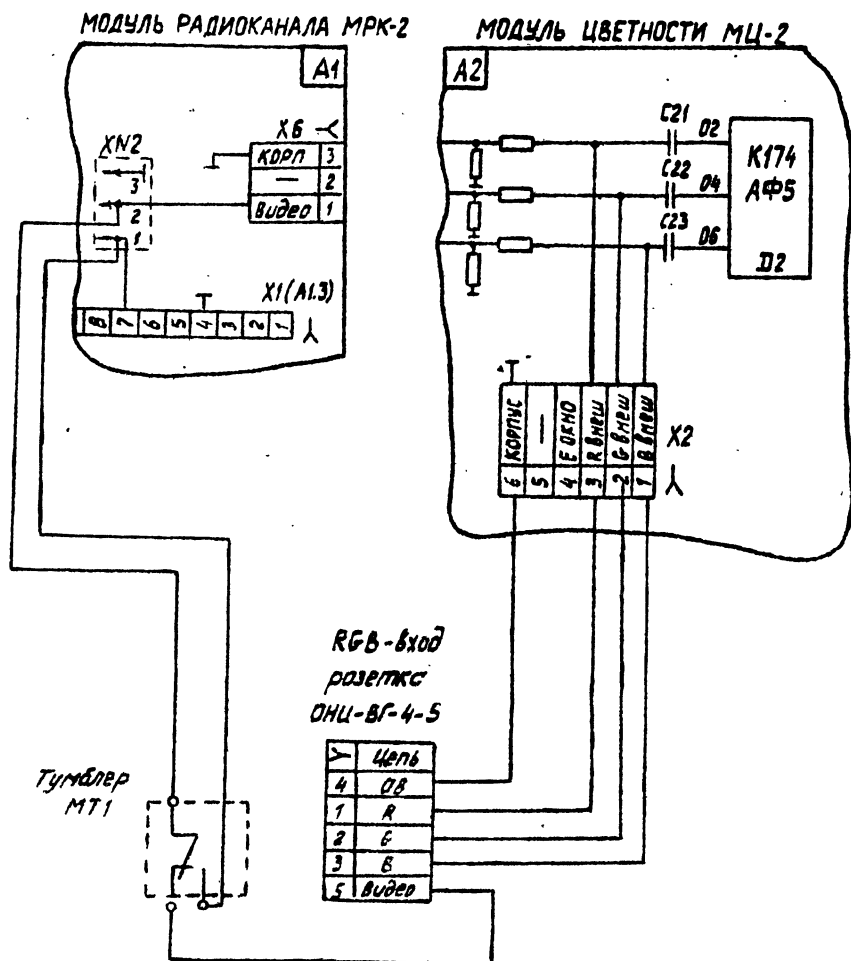
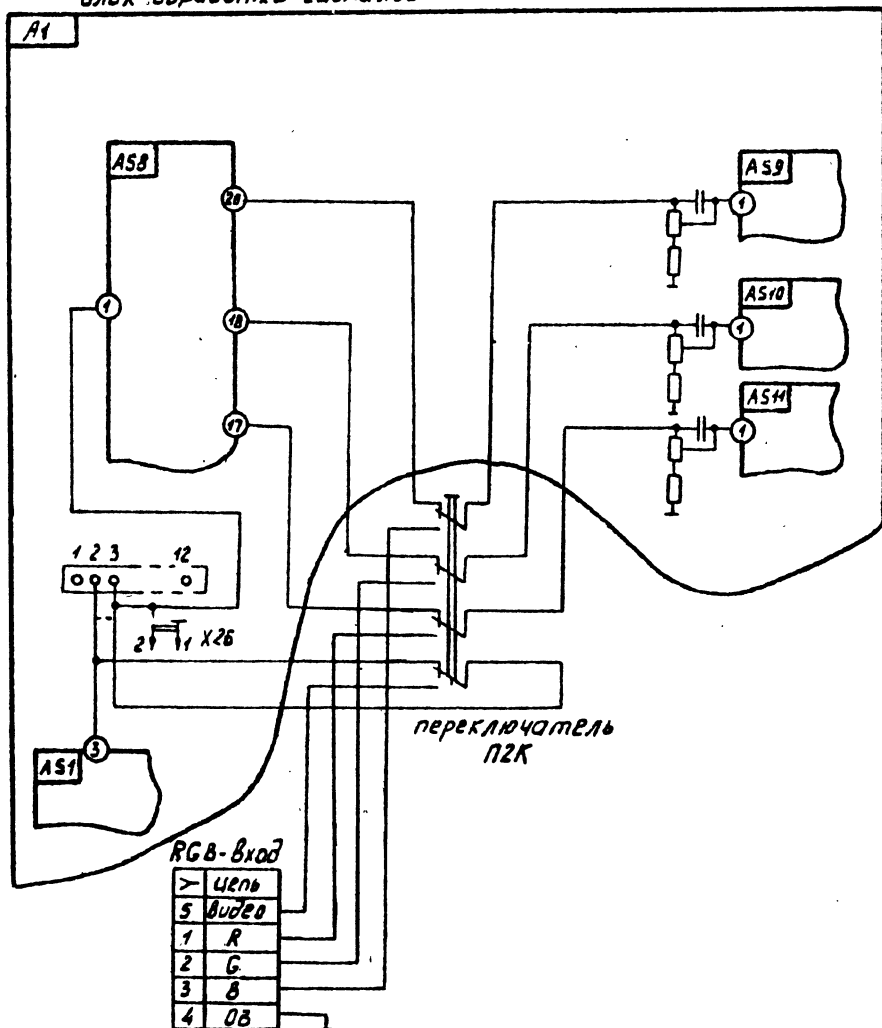

Рис. 5.
Рис. 6.
- 2) произвести монтаж согласно рис. 5.
Эскизы оснащения цветных телевизоров RGB-входом приведены на рис.5 и рис.6.